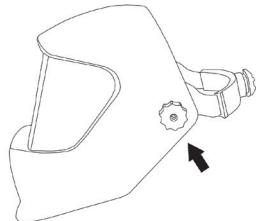

рис. 6
6.3 Угол наклона щитка изменяется с помощью винтов на двух сторонах щитка (рис. 6). Лучший угол в ходе сварки – прямая линия между глазами и точкой сварки вертикально к светофильтру.